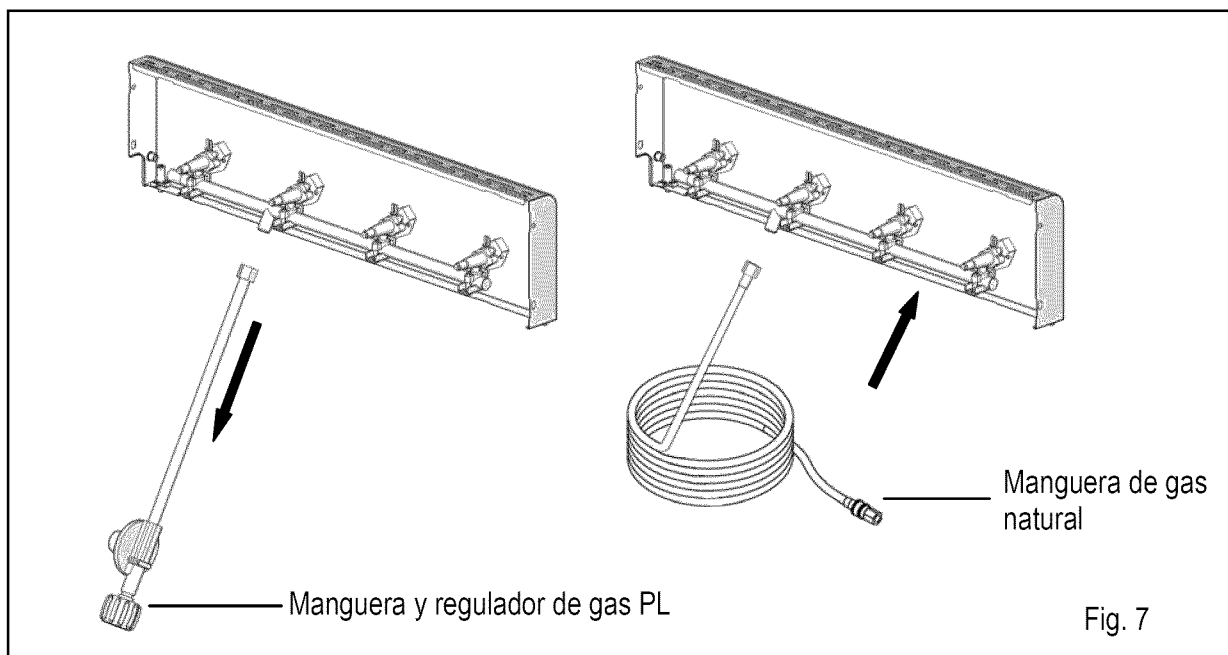

Fig. 7
1. Retire la manguera y el regulador de gas PL con una llave inglesa y conecte la manguera de gas natural en su lugar. (Fig. 7)